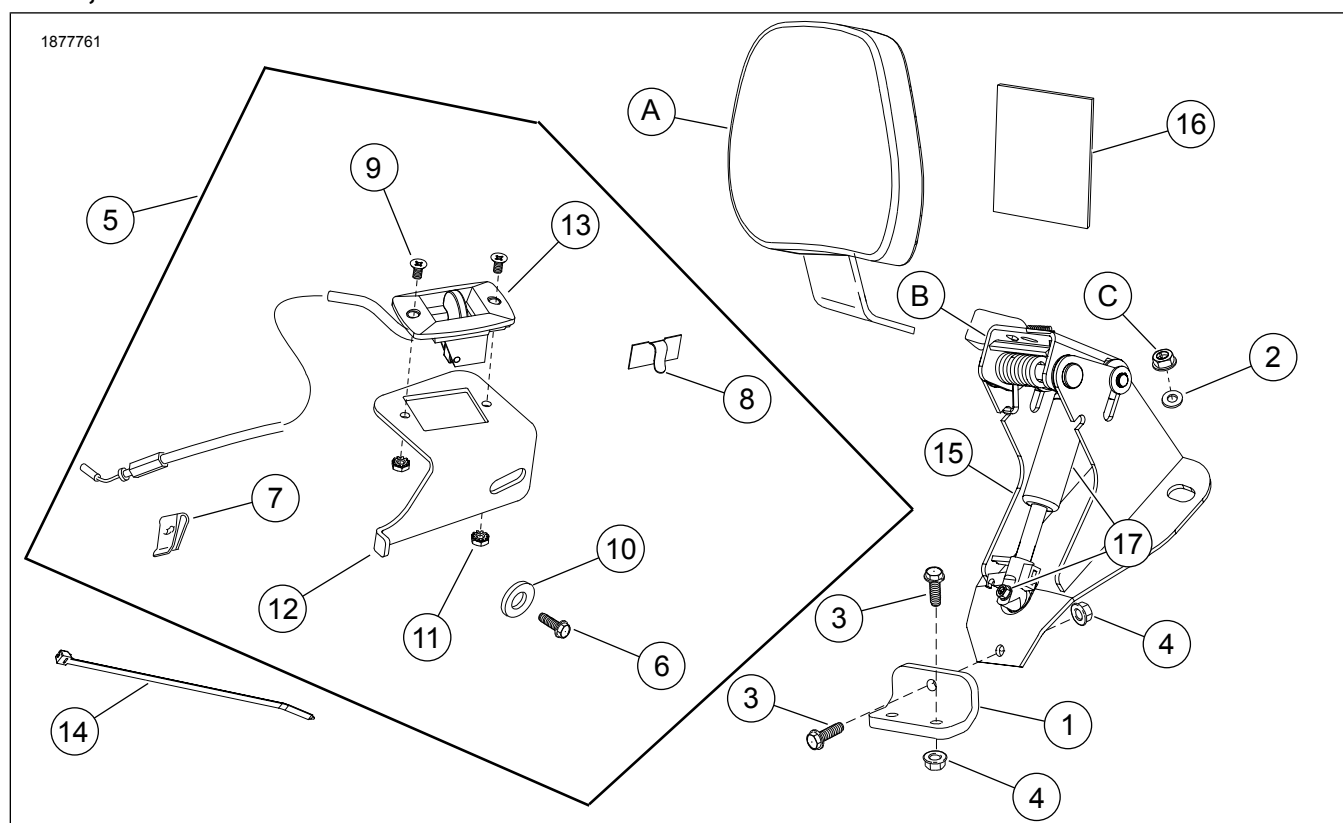
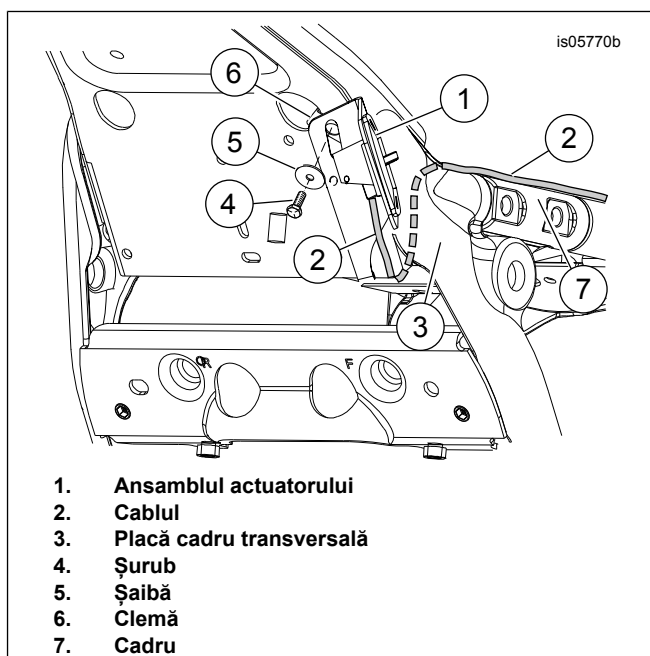

Figura 1. Conținut kit: Kit componente montare spătar reglabil pentru motociclist
Figura 8. Instalare ansamblu actuator
9. Consultați Figura 1. Montați mânerul de acționare (13) cu cablul la suportul pentru mâner (12), astfel încât cablul să fie îndreptat în jos atunci când este instalat.
10. Fixați cu șuruburi (9) și piulițe (11).
11. **Modele fără deflector de aer în partea mediană a cadrului:** Consultați Figura 8.
a. Glisați partea plană a ansamblului de acționare (1) în spatele cablurilor pentru bujii.
c. Fixați cu șurub (4) și șaibă (5). Strângeți.
14. Consultați Figura 1 . Montați ghidajul firului (8) pe suport.